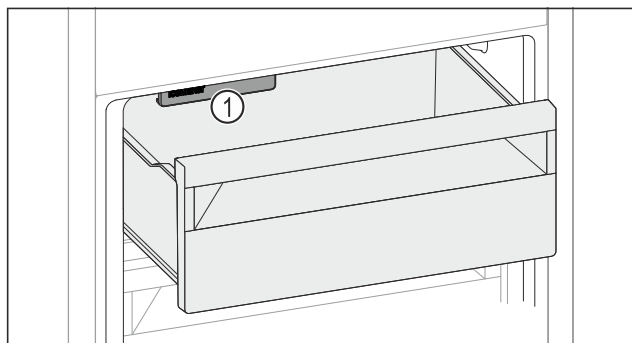

Fig. 158
- ▶ Upoštevajte IceMaker *Fig. 158 (1)*.